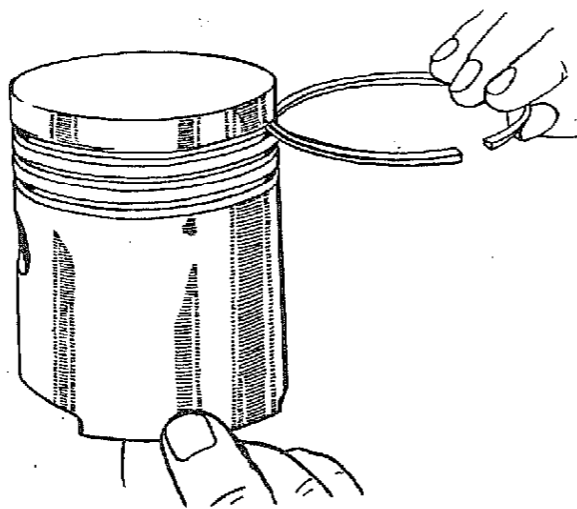

Рис. 13. Проверка перемещения поршневого кольца в канавке поршня
2.8.2. Проверить перемещение колец в канавках поршня (рис. 13).